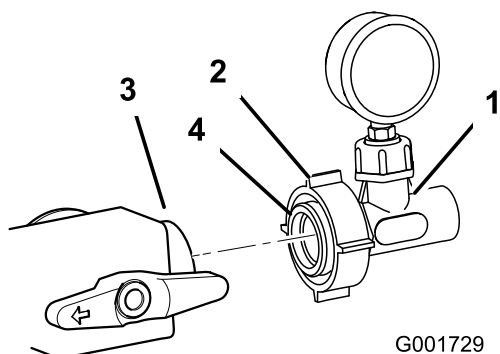

Figura 16
16. Lubrique la junta tórica del adaptador con un lubricante sin petróleo, como por ejemplo aceite vegetal (Figura 16).
instalada anteriormente (Figura 16). Apriete la tuerca de plástico para sujetar el conjunto a la válvula.